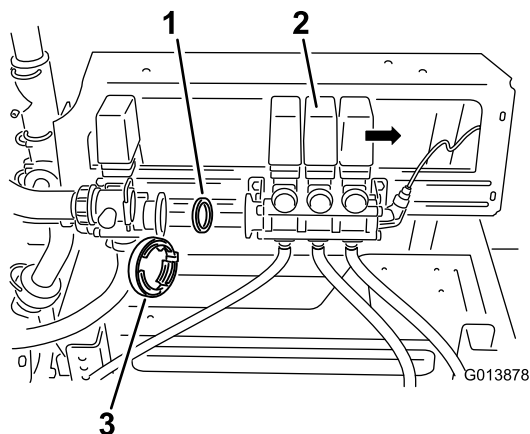

Figura 5
3. Allontanate con cautela il gruppo valvole della barra dalla valvola dell'agitatore (Figura 5).
4. Rimuovete la guarnizione esistente nel corpo della valvola (Figura 5).